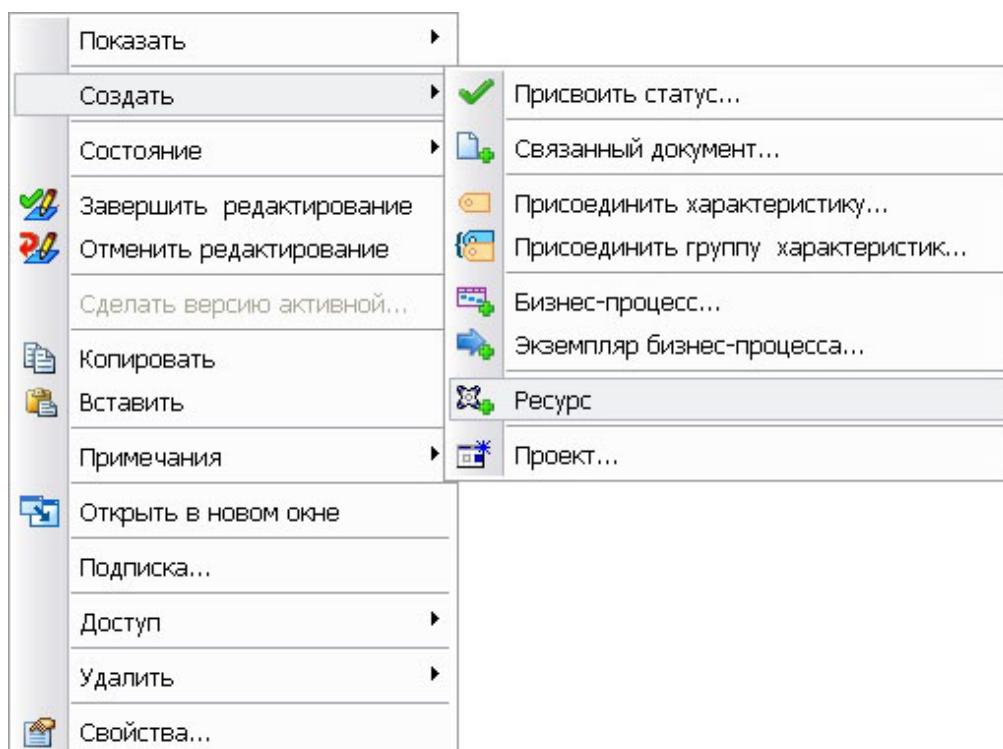

Рис. 192
2. В дереве объектов перетащите изделие/версию изделия на соответствующий бизнес-процесс, используя D&D или выберите в контекстном меню бизнес-процесса пункт **Создать** → **Ресурс** (Рис. 192). Также можно использовать и буфер обмена.